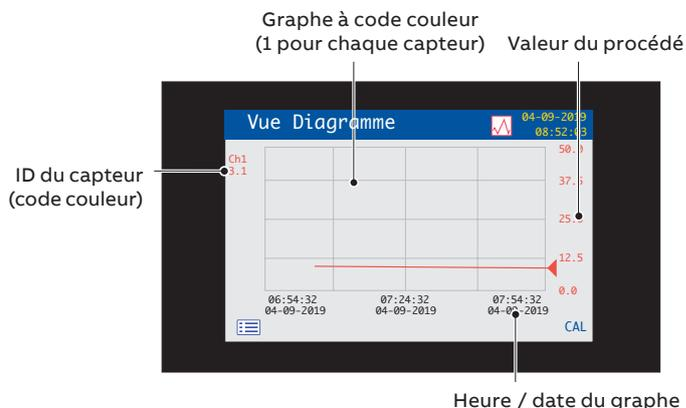

Figure 9 Vue Diagramme
- **Vue Diagramme** – représente les mesures du capteur sous forme d'une série de graphes à code couleur – voir Figure 9